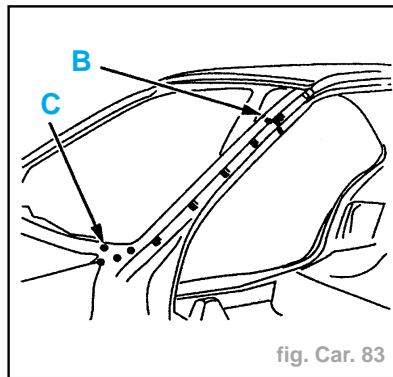

fig. Car. 83
- Souder par cordons successifs au MIG (suivant **B**) (fig. Car. 83).